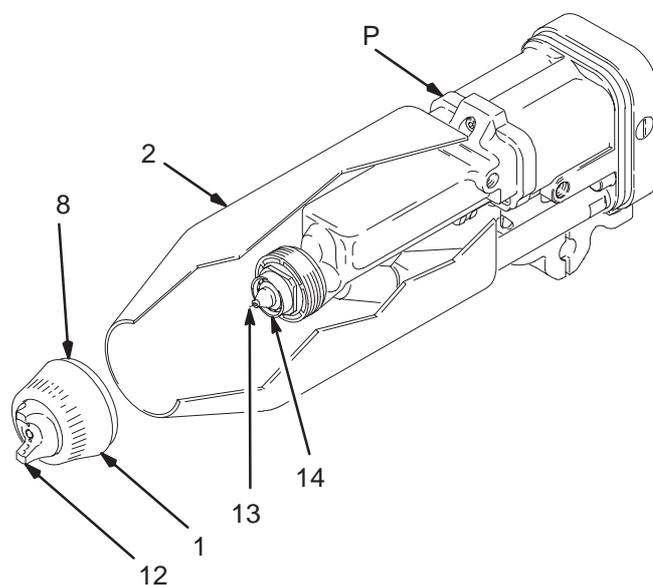

Fig. 18
2. Desmonte el conjunto de la válvula de aire (1, 12) y el anillo de retención (2). Vea la Fig. 18.
3. Limpie el producto de la boquilla (14), el anillo de retención (2), y la superficie exterior de la pistola (P) con un trapo humedecido en disolvente. Evite que entre disolvente en los conductos de aire. Siempre que sea posible, apunte la pistola hacia abajo mientras se limpia.
4. Si parece que hay producto dentro de los conductos de aire de la boquilla (14), desmonte la pistola de la línea y proceda a repararla.
5. Limpiar la válvula de aire (12) con el cepillo de cerda suave y el disolvente o sumérgalo en un disolvente adecuado para limpiarlo.